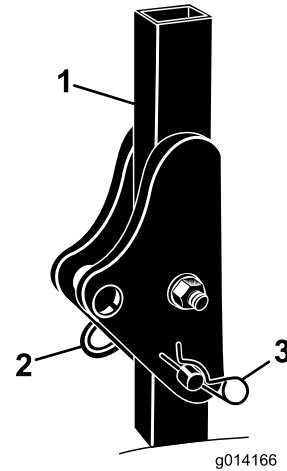

Figura 5
1. Retire las 2 chavetas y los 2 pasadores de la barra antivuelco (Figura 5).
2. Eleve la barra antivuelco hasta la posición vertical y fíjela con los 2 pasadores y las 2 chavetas (Figura 5).